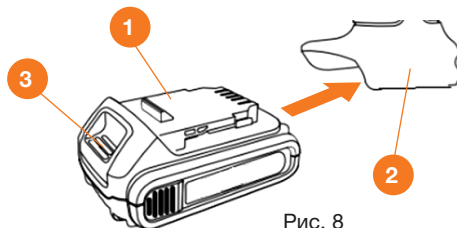

Рис. 8
1. Установите аккумуляторную батарею **1** в разъем рукоятки пилы **2** до щелчка (Рис. 8).